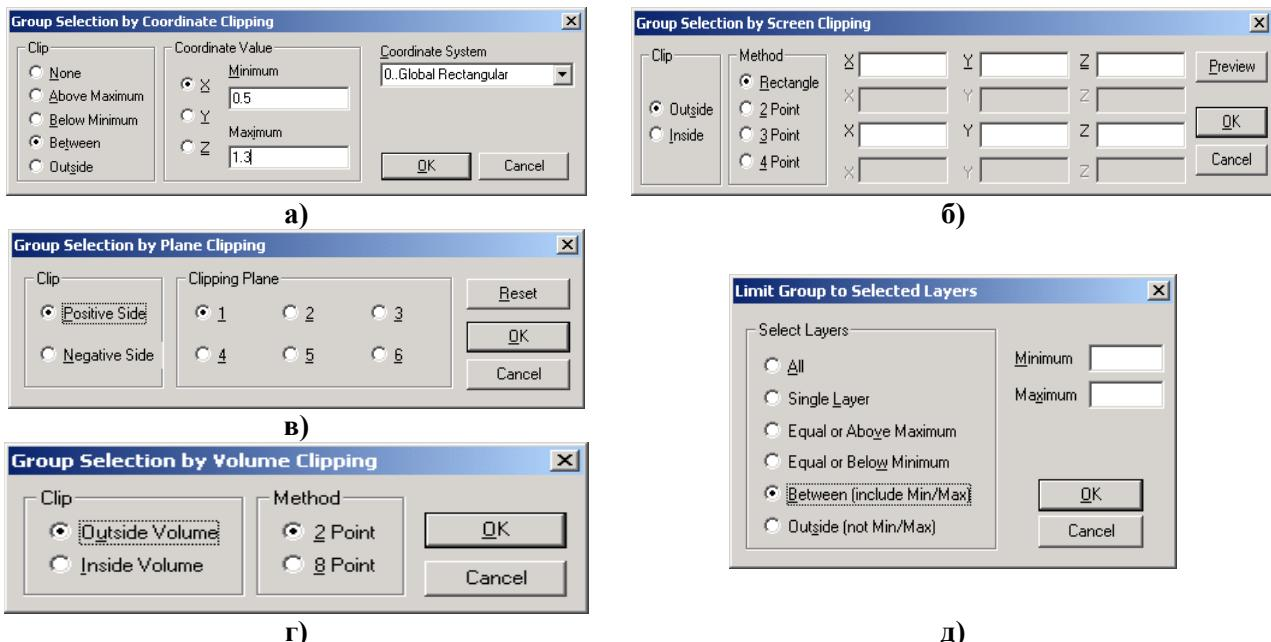

Рис.1.12. Діалогові панелі встановлення правил вирізки: а) – координатами; б) – „екраном”; в) – площинами; г) – об’ємом; д) – рівнями
Декілька команд **Group→Clipping...** дозволяють встановлювати правила *відмовлення* введенню *нових* об'єктів в *активну* групу (вирізка об'єктів). На діалогових панелях (див. рис.1.12) правила вказуються:
- „Coordinate...” (за координатами): „None” (немає обмежень), „Above Maximum” (вище), „Below Minimum” (нижче), „Between” (між), „Outside” (за межами) вказаних значень координати (X, Y або Z) обраної координатної системи (див. рис.1.12-а);
- „Screen...” („екраном”, тобто замкненої областю). „Екран” задається прямокутником (Rectangle), прямою лінією (2 Point), трикутником (3 Point) або чотирикутником (4 Point) за допомогою кутових точок (дів. рис.1.12-б). Обирається один з варіантів: за межами (Outside) або усередині (Inside) „екрану”;
• „Plane...” (площинами дів. рис.1.12-в). Обирається номер (один з шести) площини, вказується напрямок вирізання: позитивний або негативний (відносно нормалі до площини). Після команди „OK” вводиться площаина одним із стандартних методів;
• „Volume...” (об’ємом). Обирається варіант введення об’єму: двома точками (точки задають діагональ паралелепіпеду) або 8 кутових точок (дів. рис.1.12-г). Також вказується напрямок вирізання: за межами (Outside) або усередині (Inside) об’єму;
Ще одна команда: **Group→Layers...** викликає діалогову панель для обмежень номерів рівнів для об’єктів активної групи (дів. рис.1.12-д): усі (All); один вказаний рівень (Single Layer); зі значеннями, що є більшими або рівними (Equal or Above Maximum), меншими або рівними (Equal or Below Minimum) вказаному у активному полі „Maximum” або „Minimum” відповідно; між (Between (include Min/Max), тобто включно з граничними); за межами інтервалу (Outside (not Min/Max)).